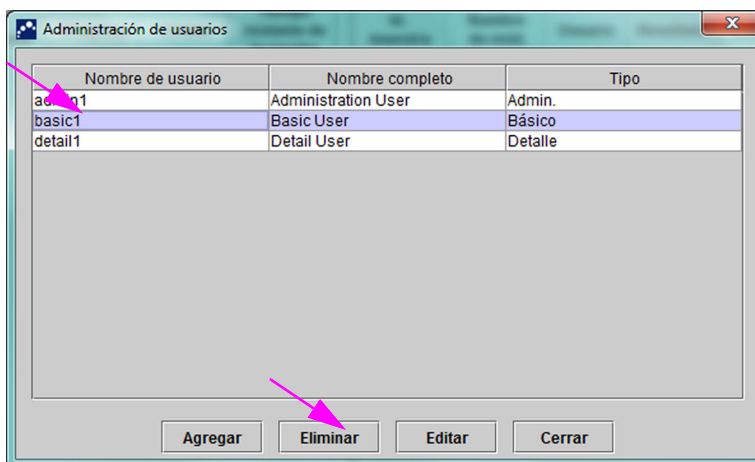

Figura 2-75. Cuadro de diálogo Administración de usuarios con el usuario seleccionado para quitarse
- Haga clic para seleccionar el usuario que desee quitar. Consulte la figura 2-75.
- Haga clic en **Eliminar**. Se quita el usuario. Consulte la figura 2-75.